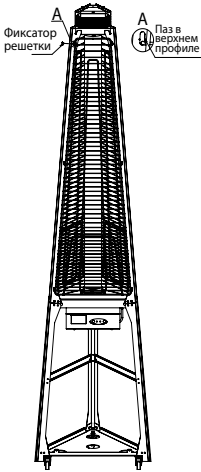

Рис. 5 – Установка фиксаторов решетки
- Установите фиксатор решетки в паз в верхнем профиле (Рис. 5);